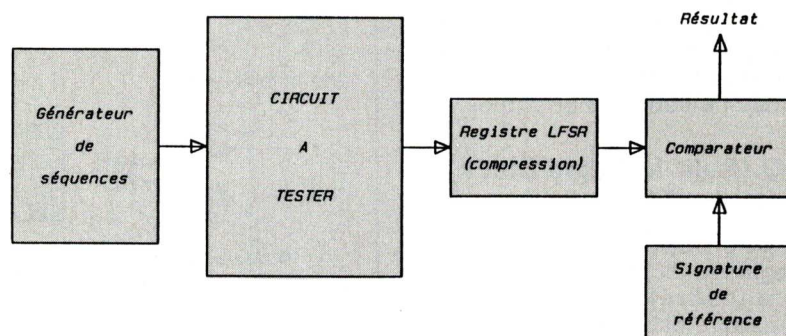

Fig 6 : Principe de l'analyse de signature.
• **L'ANALYSE DE SIGNATURE (SIGNATURE ANALYSIS)** - Figure 6 - Une séquence de signaux parfaitement déterminée est appliquée aux entrées du circuit à tester. Les sorties sont connectées à un registre LFSD matérialisant un « polynôme ». La sortie du registre donne le résultat du traitement des données d'entrée par le polynôme. Les données ont été « compressées » dans un rapport qui peut être considérable. Ce résultat s'appelle la « signature » du circuit. En comparant la signature à une signature de référence on sait si le circuit est bon ou mauvais.